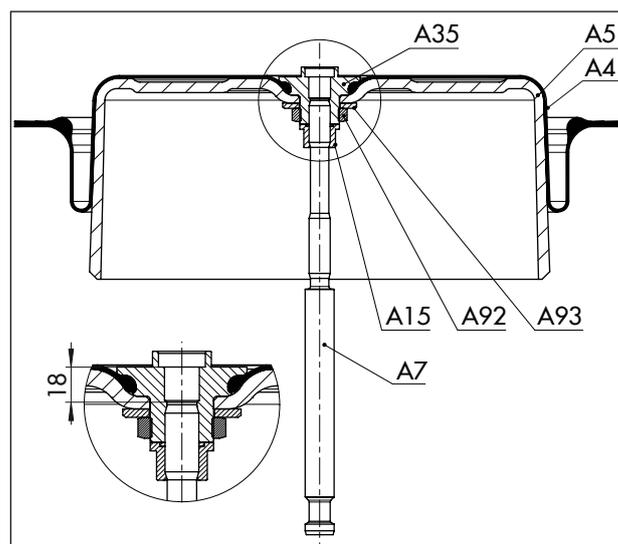

图 13: 针对“推杆缩回”动作方向 (1000 cm2) 的部件排列
7. 将执行机构推杆 (A7) 反过来拧入压缩机 (A35)。将尺寸调整至 18 mm (参见图 13)。
15. 从顶部信号压力连接旋松通风塞 (A16)，并将其拧紧到底部连接 (S)。